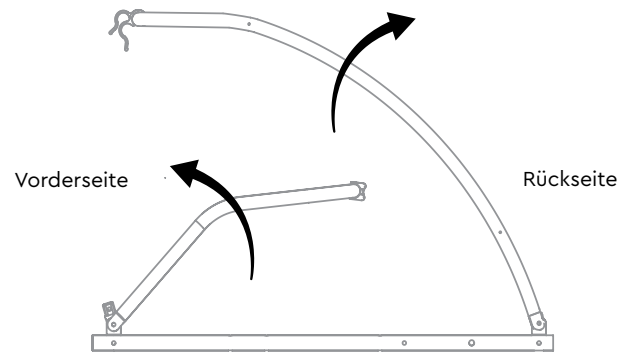

Abbildung 1
1. Das vordere und hintere Rahmenrohr von der Innenseite des Anhängers aus anheben, bis sie zusammen auf den Kunststoffsätteln sitzen (Abbildung 1).